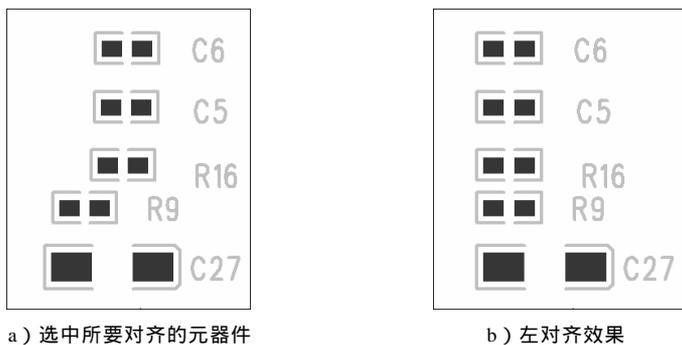

图 10-26 左对齐操作
(1) 图标按钮 按下<Ctrl>键连续选择一组元器件后单击此图标按钮,则元器件左对齐,如图 10-26 所示。